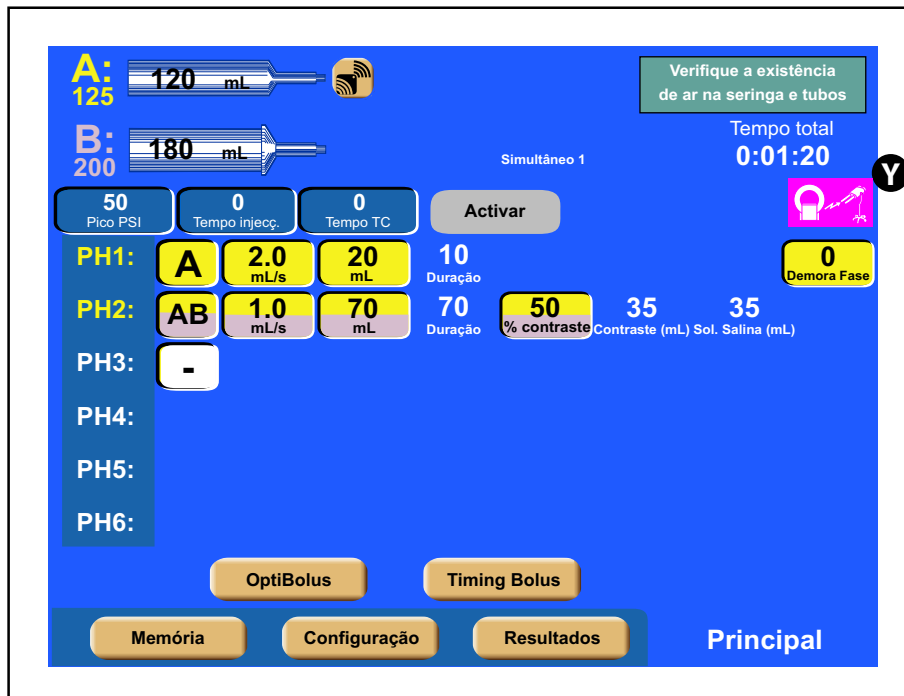

Figura 3-1-8 Ícones da interface OEM localizados (Modo Monopaciente mostrado)
**Ícone X da interface OEM **Y**** - Consulte a Figura 3-1-8. Esse ícone exibe o status da interface entre o injetor e o scanner. Consulte a tabela “Símbolos localizados no console” localizada na introdução deste manual e/ou no Apêndice A.